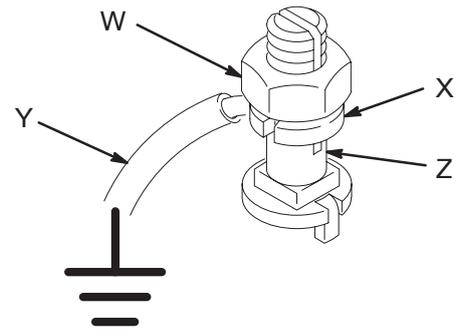

Abb. 1
1. **Pumpe:** Erdungsdraht und Klammer verwenden. Siehe Abb. 1. Mutter (W) und Scheibe (X) der Erdungsöse lösen. Ein Ende eines mindestens 1,5 mm² starken Erdungskabels (Y) in den Schlitz in der Öse (Z) schieben und die Mutter fest anziehen. Das andere Ende des Kabels mit einer guten Erde verbinden. Zu bestellen: Erdungskabel und Klammer, Teile-Nr. 237569.